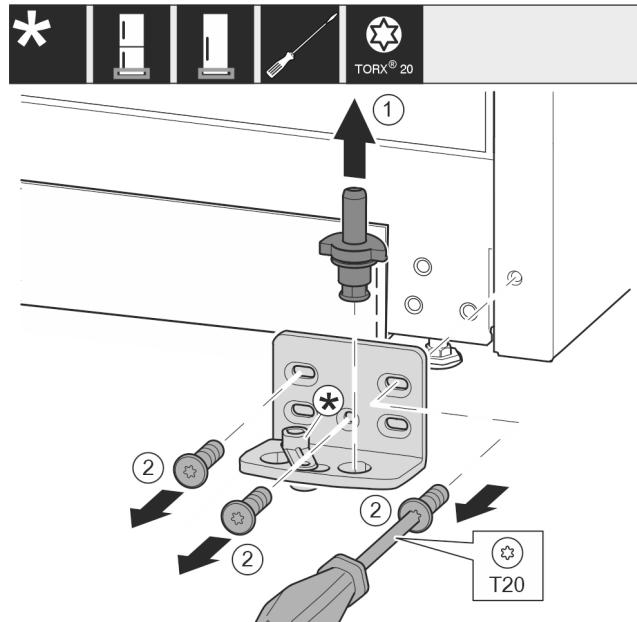

Fig. 12
- ▶ 将轴承螺栓完全向上拉出。Fig. 12 (1)
- ▶ 用 T20 螺丝刀将螺钉旋出并取下托架。Fig. 12 (2)